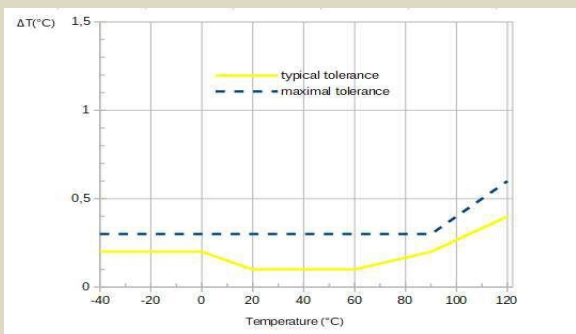
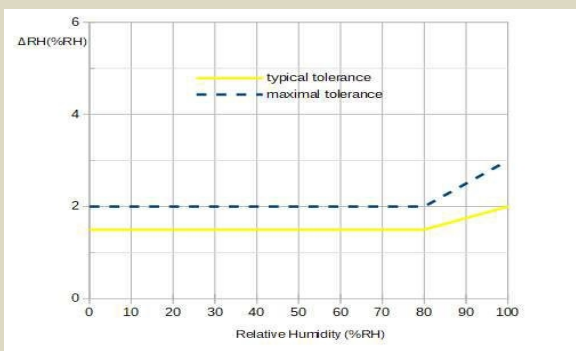

Fig 1 Accuratezza della misura di temperatura del sensore
Fig 2 Accuratezza della misura di umidità del sensore
**Envmeter-485 Pro** si avvale di un sensore con una precisione del 1,5% nella misura dell'umidità e di 0,1° C nella misura della temperatura, come risulta evidente dai grafici sottostanti (fig 1 e fig 2)